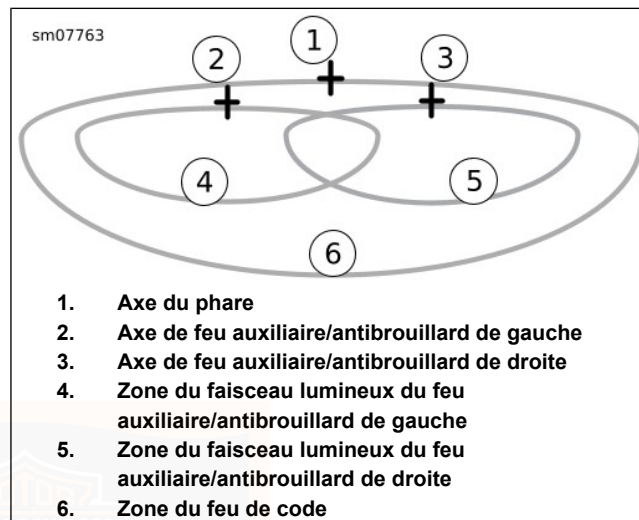

Figure 97. Faisceau de phare : Type DÉL avec feux auxiliaires/antibrouillard
4. Voir Figure 97. Marquer les axes horizontal et vertical (2, 3) du feu auxiliaire/antibrouillard sur le mur.
7. Allumer le phare en code et couvrir le phare et le feu auxiliaire/antibrouillard de droite. régler le feu auxiliaire/antibrouillard de gauche de sorte que toute la zone de forte intensité (4) soit au-dessous de l'axe tel qu'illustré à la Figure 97.